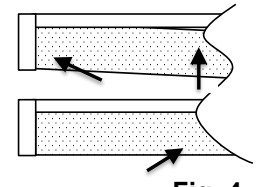

Fig. 4
7. Remettez le diffuseur (2) en place. (Fig. 4)